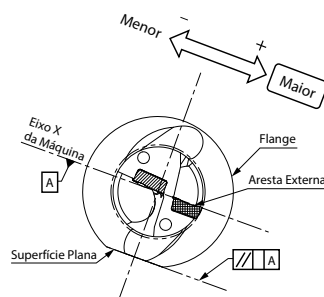
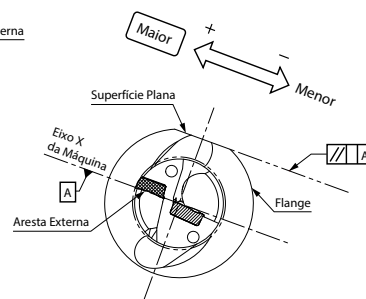

Fig.2 Inserto Externo Virado para Baixo
Fig.3 Inserto Externo Virado para Baixo
2. Para fazer o diâmetro do furo maior, deslize a ferramenta ao longo do eixo X na direção do lado externo do inserto (Fig.2, Fig.3).